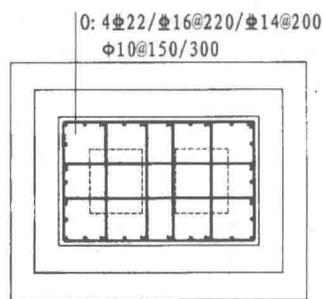

图 1-8 双高杯口独立基础杯壁配筋示意
①独立基础底板配筋。普通独立基础（单柱独基）和杯口独立基础的底部双向配筋注写方式如下：
②杯口独立基础顶部焊接钢筋网。杯口独立基础顶部焊接钢筋网注写方式为：以 Sn 打头引注杯口顶部焊接钢筋网的各边钢筋。当双杯口独立基础中间杯壁厚度小于 400mm 时，在中间杯壁中配置构造钢筋见相应标准构造详图，设计不注。
③高杯口独立基础侧壁外侧和短柱配筋。高杯口独立基础侧壁外侧和短柱配筋注写方式为：
c. 对于双高杯口独立基础的杯壁外侧配筋，注写方式与单高杯口相同，施工区别在于杯壁外侧配筋为同时环住两个杯口的外壁配筋，如图 1-8 所示。